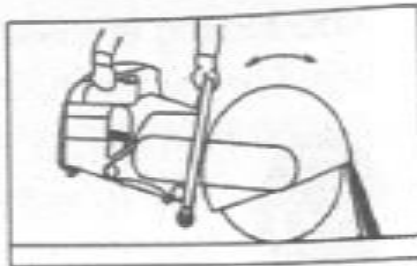

Fig 2
V. Asigurați-vă că apărătoarea discului nu prezintă avarii vizibile. Reglați apărătoarea după cum e nevoie, astfel încât scântele generate în timpul tăierii să fie direcționate departe de operator (ref. Fig. 2).